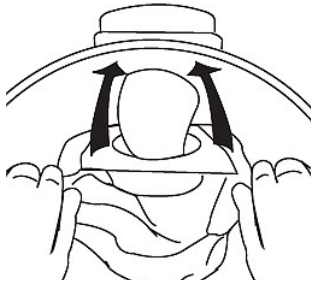

Abb. 8: Einsetzen des Filters
Schritt 6: Falls die Verwendung des Sanifilters vorgesehen ist, setzen Sie den Filter im Behälter ein und ziehen Sie ihn über den Reflektor (Abb. 8).